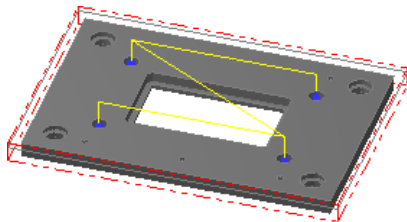

图 2.30 刀具路径
Step6. 单击“2D 刀具路径-螺旋铣孔”对话框中的 按钮，完成加工参数的设置，此时系统将自动生成图 2.30 所示的刀具路径。